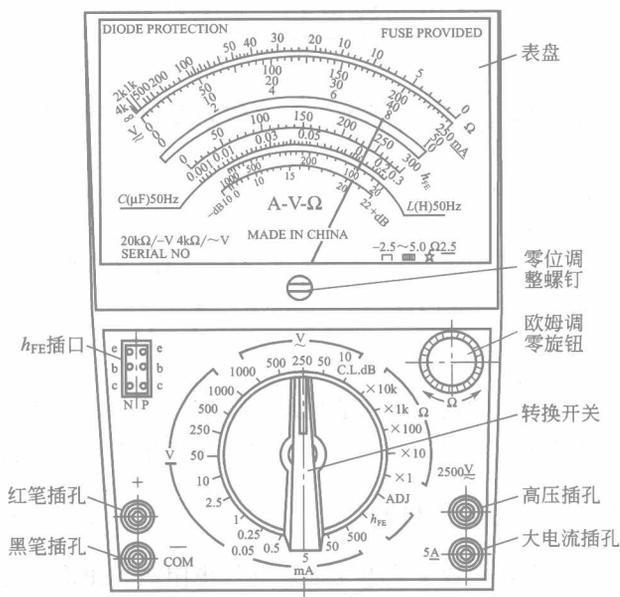

图 1-1 MF-47 型指针式万用表面板图
(1) 指针式万用表
① 指针式万用表的构成 指针式万用表外形如图 1-1 所示。前面板安装有表盘、转换开关、测量笔插孔、零位调整螺钉及欧姆调零旋钮等。
a. 表盘及表面标尺 万用表的各个测量项目都共用一个表盘，MF-47 型指针式万用表的表盘如图 1-1 所示，各测量项目及仪表其他参数均以各种文字和符号表示。它共有 6 个刻度线，从上往下数，第 1 条刻度线为电阻挡专用线，用符号“ Ω ”表示；第 2 条刻度线为交直流电压、直流电流共用线，用符号“V”和“mA”表示；第 3 条刻度线为测量晶体管放大倍数用的，用字母 h_{FE} 表示；第 4 条刻度线为测量电容量用的，用字母“C(μ F)”